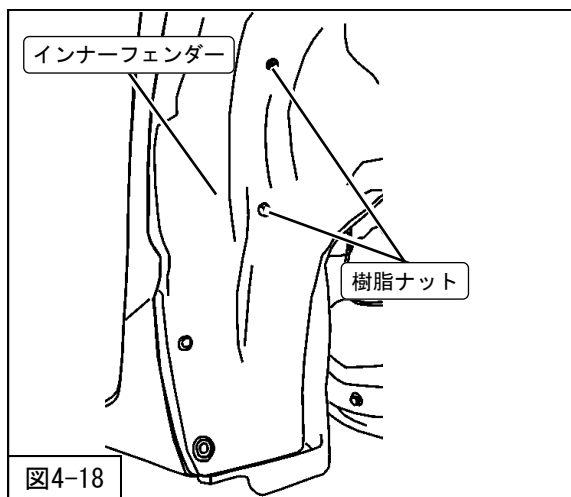
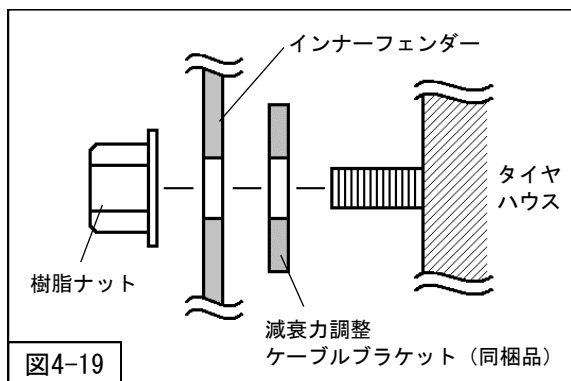

図4-18
図4-19
24. 減衰力調整ケーブルブラケット（同梱品）を共締めし、インナーフェンダーを取付けてください。(図4-18・図4-19)